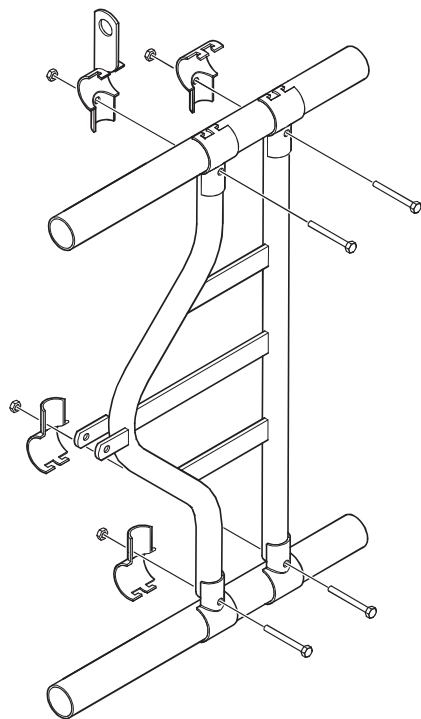

Fig. 25: Montering av nakkelåsene.
5. Den første nakkelåsen monteres nær første stolpe ved hjelp av en halv kloklemme med sveist kontrollrørføring, tre halve kloklemmer, fire M10 x 70 mm-skruer og fire M10 låsemuttere slik Fig. 25 viser.